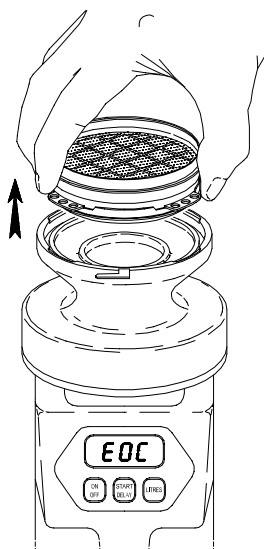

Fig. 6
8. Para retirar el cassette de la cabeza del Analizador, levante el cassette verticalmente sujetándolo firmemente por sus bordes (Fig. 6).